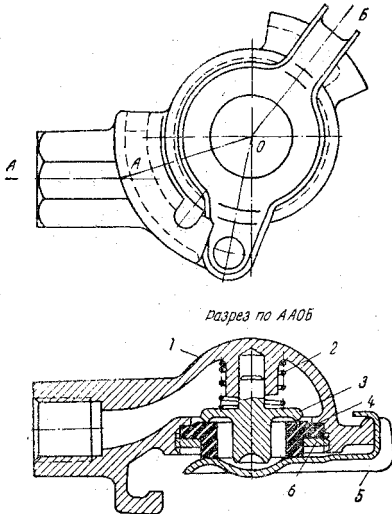

Рис. 71. Соединительная головка:
**Соединительная головка** (рис. 71). Для соединения воздухопроводов автомобиля и прицепа служит соединительная головка.